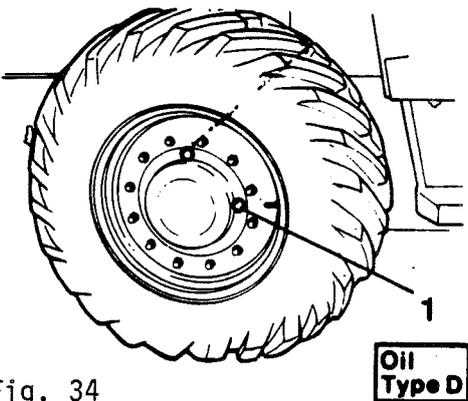

Fig. 34
- 4 Conduire le rouleau et l'amener de manière à ce que le bouchon de niveau vienne en position de remplissage, voir fig. 34.